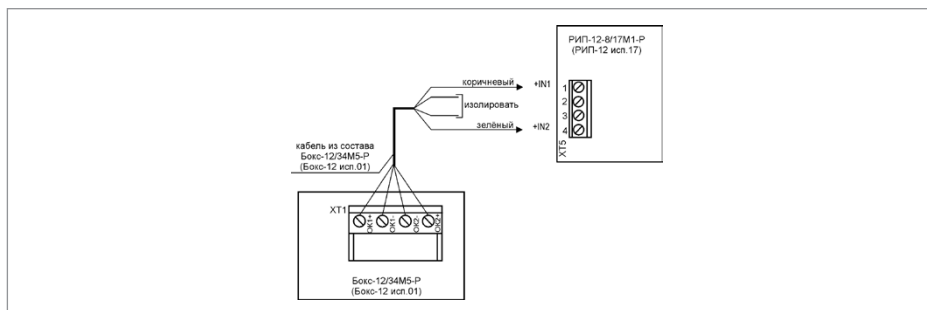

Рисунок 15. Схема подключения Бокс-12 исп.01(Бокс-12/34М5-Р) к РИП
1. Схема подключения Бокс-12 исп.01 (Бокс-12/34М5-Р) (далее - Бокс) представлена на Рисунок 15. Кабель подключения Бокса к РИП входит в комплект поставки Бокса и подключен к колодке ХТ1.